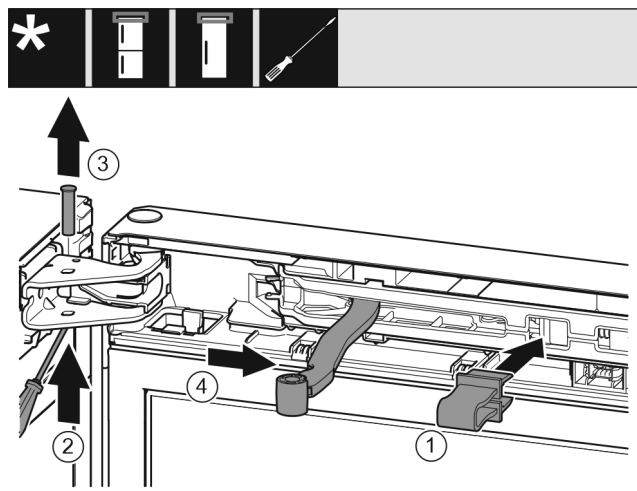

Fig. 9
- ▶ Zazębić zabezpieczenie Fig. 9 (1) w otworze.
- ▶ Wysunąć sworzeń Fig. 9 (2).
- ▶ Wyjąć sworzeń Fig. 9 (3) w górę.
- ▶ Obrócić przegub Fig. 9 (4) w kierunku drzwi.